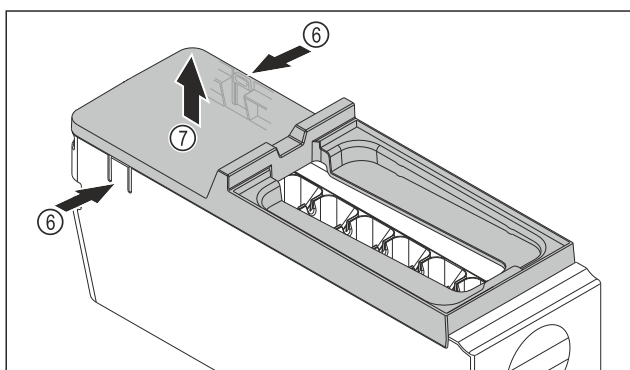

Fig. 142
- Ta bort skyddet på EasyTwist-Ice-enheten: Tryck på skenorna Fig. 142 (6) på båda sidor av EasyTwist-Ice-enheten med en hand.
- Ta bort skyddet Fig. 142 (7) uppåt med andra handen.